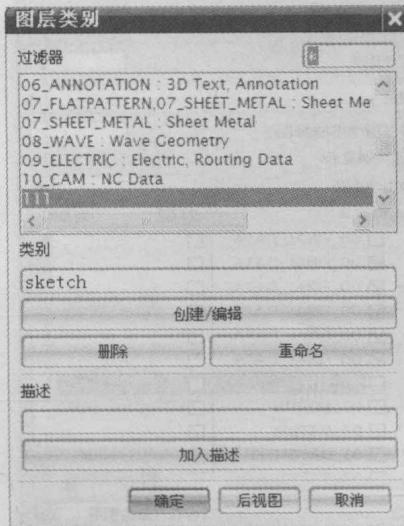

图 1.7 图层类别
①执行“格式”→“图层类别”命令,系统打开如图 1.7 所示“图层类别”界面。